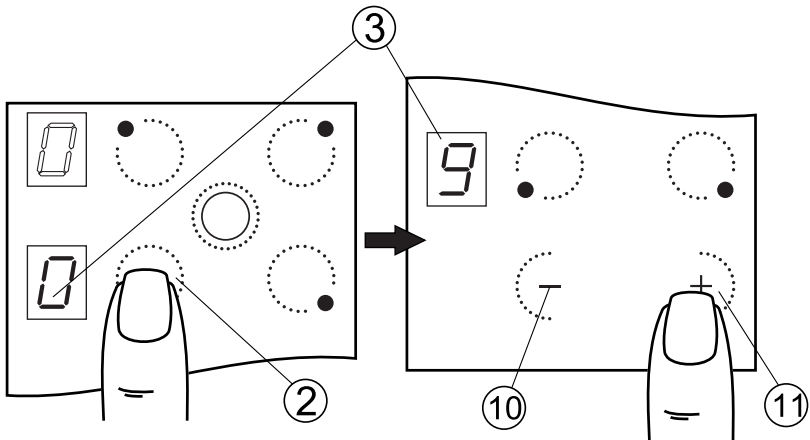

Рис. 13
1. Коснуться зоны ② с обозначением выбранной конфорки, после чего конфорка перейдет в режим управления. В соответствующем окне индикации мигает «0» (рис. 13).